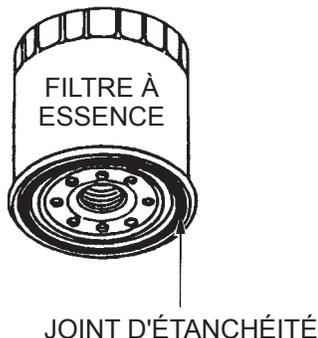

Figure 26. Filtre à carburant
1. Mettre un récipient sous la cartouche du filtre à carburant (Figure 26) pour récupérer tout carburant répandu.